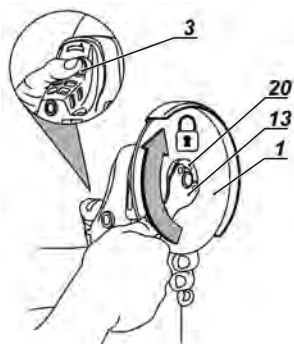

Fig. 6 – Montagem do disco na máquina
5. Trave o eixo da máquina pressionando o botão trava do eixo (3) e aperte a porca (20) no eixo (18) com a chave (13), Fig. 6.